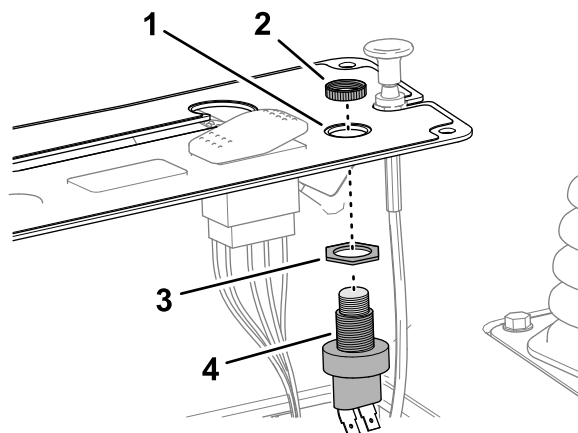

Figura 16
1. Enrosque a porca de retenção no corpo do interruptor da buzina (Figura 16).